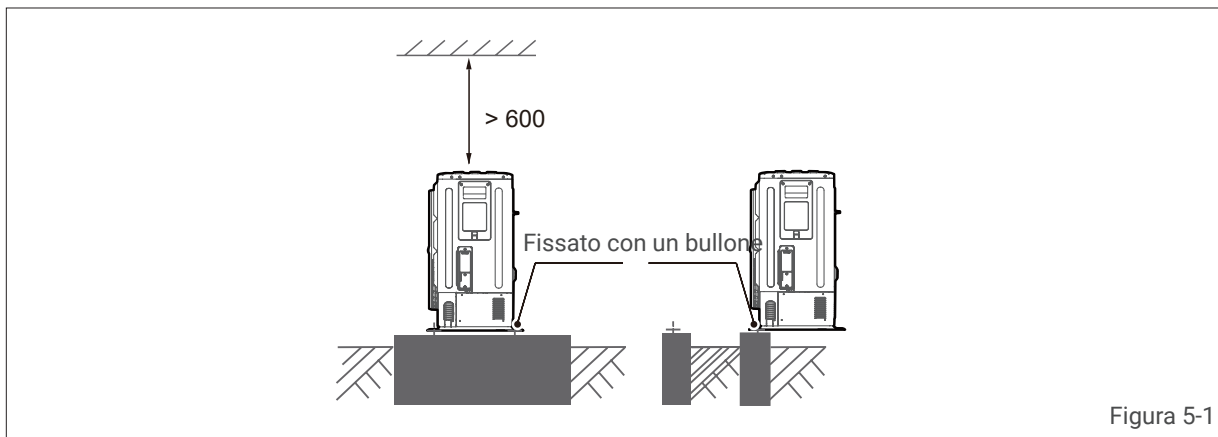

Figura 5-1
- Realizzare le fondamenta in calcestruzzo secondo le specifiche delle unità esterne (fare riferimento alla Figura 5-1).
- Fissare saldamente i piedini di questa unità con bulloni per evitare che crolli in caso di terremoto o forti venti (fare riferimento alla Figura 5-1).